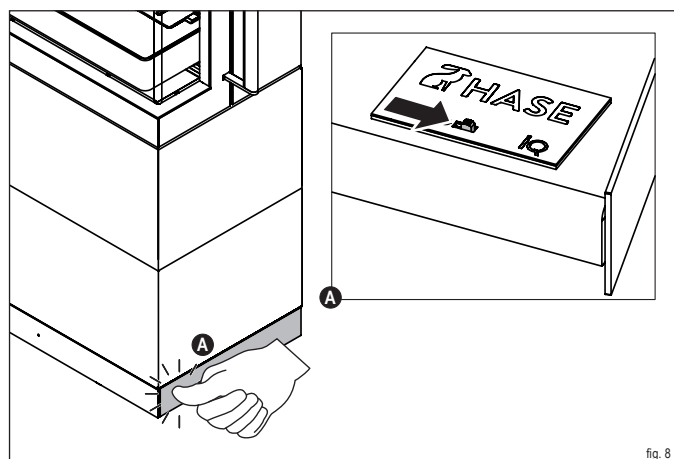

fig. 8
- ▶ Aprire lo sportello di controllo (fig. 8).
- ▶ Posizionare l'interruttore presente sul pannello di controllo su "ON" (fig. 8). Quando la spia operativa lampeggia di blu, il regolatore è pronto per l'uso.